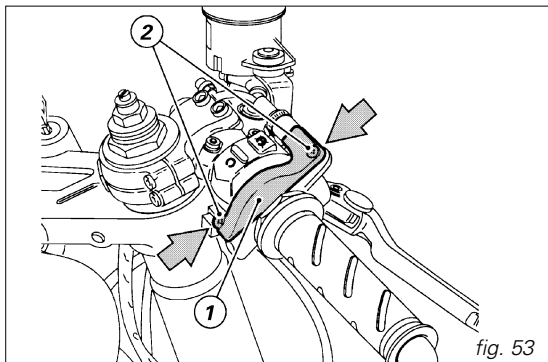

fig. 53
Nel caso della trasmissione acceleratore si consiglia di rimuovere il coperchietto (1, fig. 53) del comando, svitando le due viti di fissaggio (2), quindi ingrassare l'estremità del cavo e la carrucola.